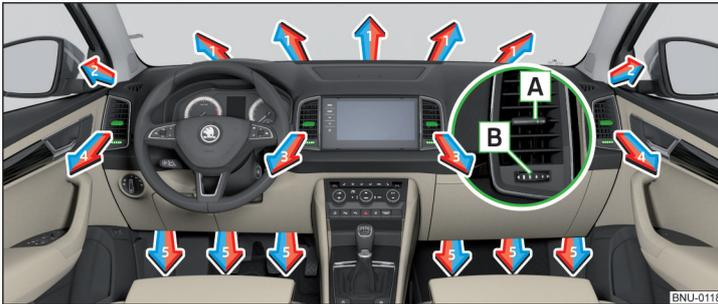
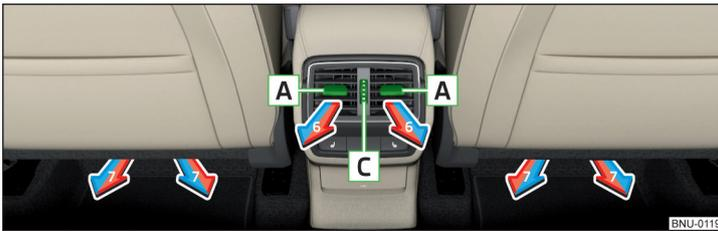

Abb. 152 Luftaustrittsdüsen
Abb. 153 Luftaustrittsdüsen hinten
Bei den Luftaustrittsdüsen **3, 4** » Abb. 152 und **6** » Abb. 153 kann die Luftströmungsrichtung geändert und die Düsen können auch einzeln geöffnet und geschlossen werden.
Die Einstellung der Luftstromrichtung erfolgt durch das Verschieben des Verstellelements **A** » Abb. 152 bzw. » Abb. 153 in gewünschter Richtung.
- › Den Regler **B** » Abb. 152 nach rechts drehen.
- › Den Regler **C** » Abb. 153 nach oben drehen.
- › Den Regler **B** » Abb. 152 nach links drehen.
- › Den Regler **C** » Abb. 153 nach unten drehen.
Richtung des Luftaustritts einstellen	Luftaustrittsdüsen » Abb. 152 und » Abb. 153